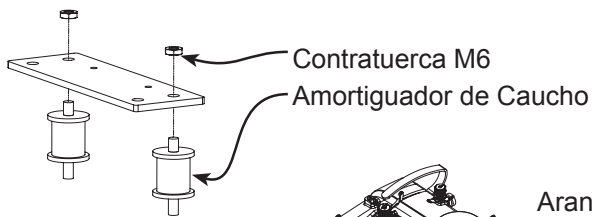

Fig. 5-2
5-2: Inserte el extremo corto de (2) Amortiguadores de Caucho en los agujeros de cada Placa de Montaje previamente retirada como se muestra en la Fig. 5-2. Apriete (1) las Contratuercas M6 en extremo de cada perno utilizando la Llave 10mm.